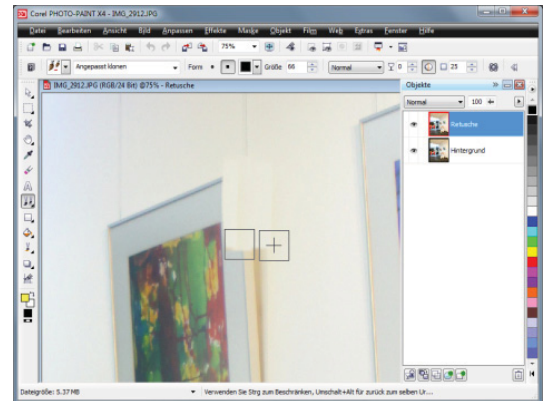

Abb. 10-44: Löschen von Bilddetails durch Klonen
- Mit reMT auf die Bildstelle klicken (Abb. 10-44), die als Quelle fungieren soll ► Im Quellsymbol erscheint ein (+) – Zeichen.